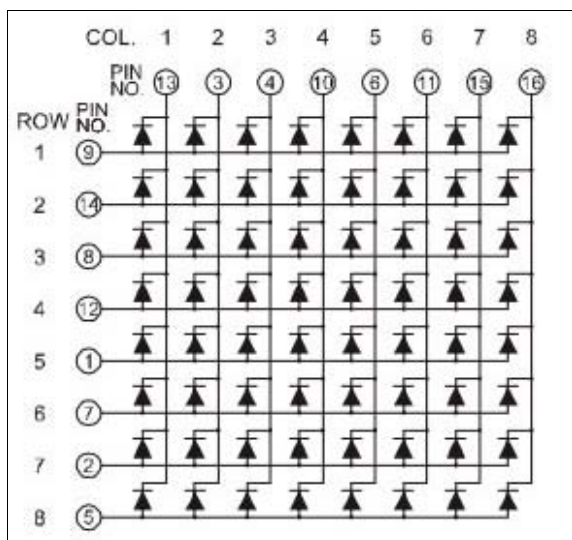

Рис. 16.2. Расположение выводов матрицы FYM-23881BUG-11
- количество выводов (рис. 16.2) — 16 (8 анодов, 8 катодов).